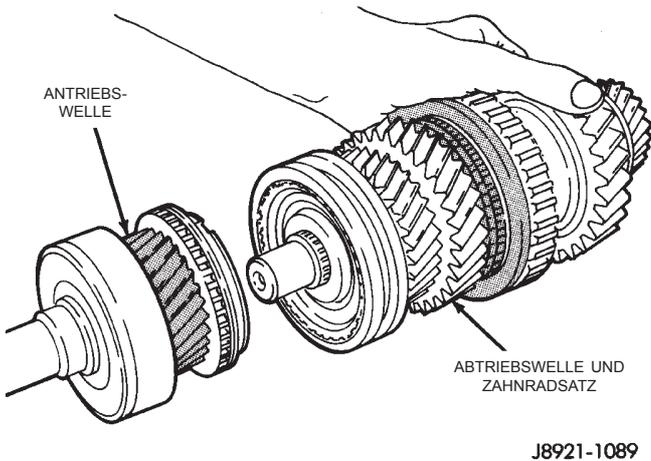

Abb. 106 Antriebswelle und Abtriebswelle trennen
(1) Sicherstellen, daß sich die Synchroneinrichtung für den dritten und vierten Gang in Neutralstellung befindet.
(2) Die Antriebswelle von der Abtriebswelle trennen (Abb. 106).